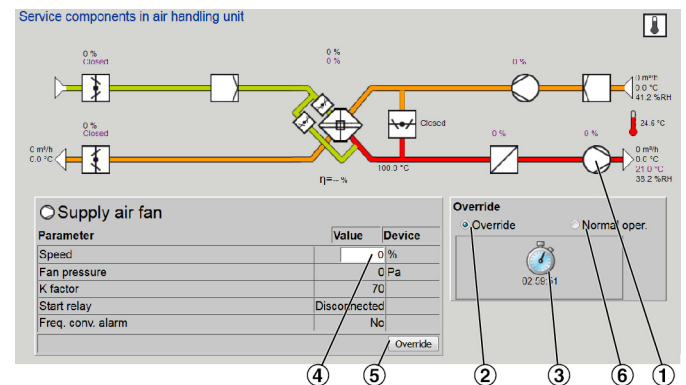

Рис. 39: Функция принудительного изменения режима
Используйте функцию «Override» (Рис. 39) при выполнении работ по обслуживанию или ремонту, для проверки корректности работы выходов. Функцию «Принудительной перезаписи» нельзя использовать при наличии активных аварийных сигналов.
- ▶ Нажмите на компонент установки (Рис. 39/1), для которого вы хотите принудительно изменить настройки по параметру (напр., вентилятор вытяжного воздуха).
- ▶ Нажмите на «Принудительная перезапись» (Рис. 39/2).
- ▶ Нажмите на часы (Рис. 39/3) для установки времени.
- ▶ Введите процент блокировки для скорости вентилятора вытяжного воздуха в поле ввода (Рис. 39/4).
- ▶ Нажмите на «Принудительная перезапись» (Рис. 39/5).